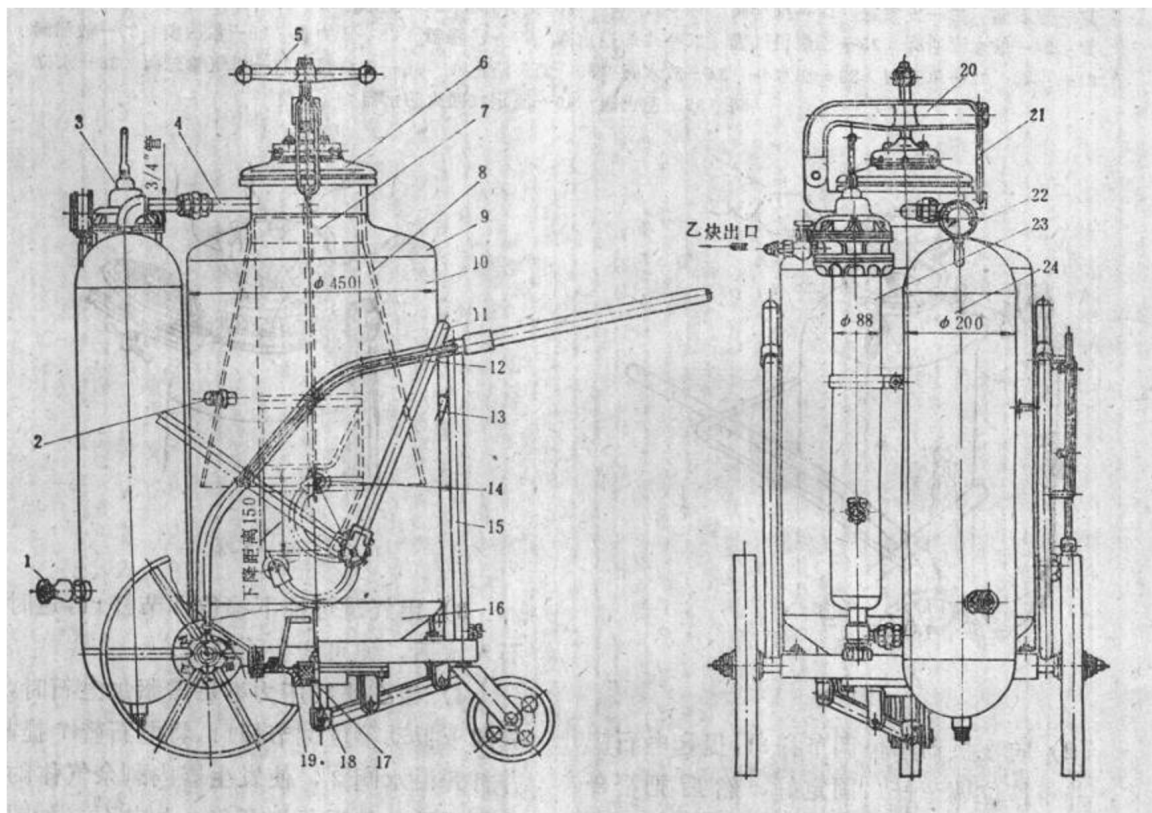

图 1-1
随着瓶装乙炔气使用的普及，乙炔发生器的使用日趋减少，目前仍在使用的乙炔发生器主要有排水式YJP-1.0-1.0型（见图1-1）和联合式Y^{BP}-1.0-0.6型（见图1-2）等中压乙炔发生器。
1) 首先打开图1-1中的溢水阀2和盖6，然后将清水灌入乙炔发生器（见图1-3）、贮气筒24和回火防止器内，待水从各自的溢水阀流出后，停止灌水，并关闭各溢水阀。